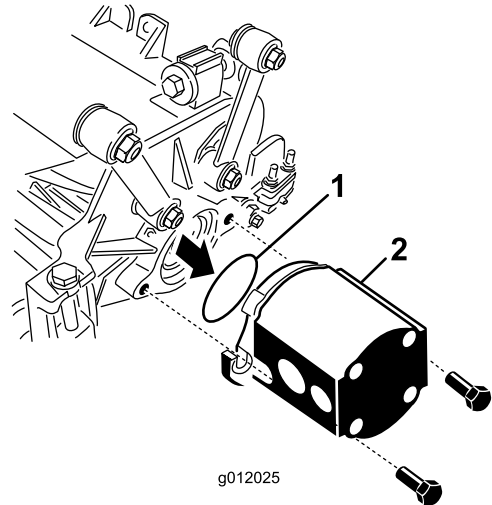

Bild 25
5. Setzen Sie den O-Ring (mit dem Mähwerk geliefert) am Flansch des Antriebsmotors ein (Bild 25).